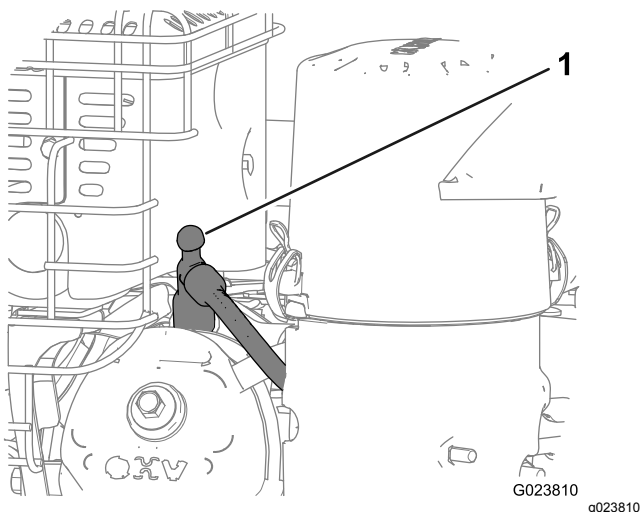

Figura 31
4. Desconecte el cable de la bujía, y mantenga el cable alejado de la bujía para evitar un arranque accidental (Figura 31).